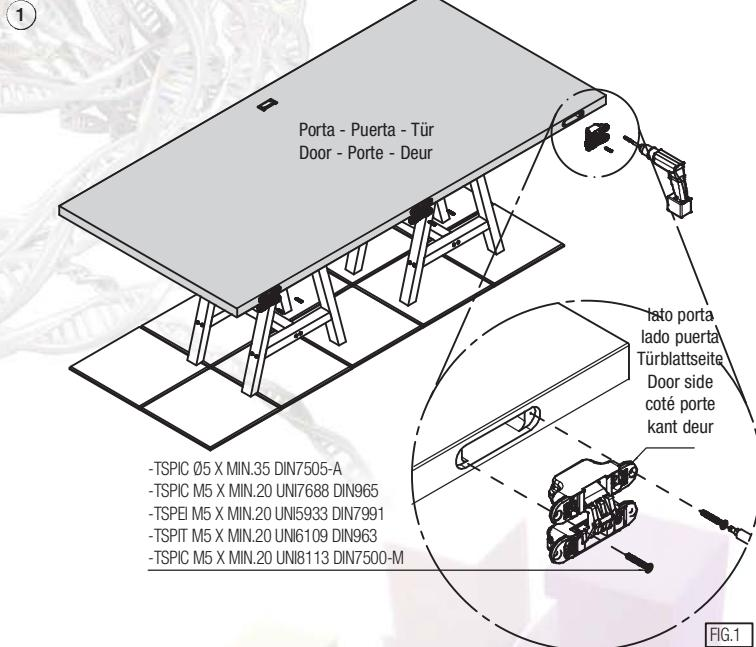

FIG.1
- ① Alloggiare le cerniere nelle rispettive fessure sulla porta (fig.1) e fissarle con le apposite viti.
- ② Alojar las bisagras en los mecanizados de la puerta (fig.1) y fijarlas con los tornillos suministrados.
- ③ Die Scharniere in die jeweiligen Fräslungen der Tür einsetzen (fig.1) und sie mit den vorgesehenen Schrauben festziehen.
- ④ Set the hinges in the relative door leaf millings (fig.1) and fix them with the relative screws.
- ⑤ Insérer les charnières dans les fentes de la porte (fig.1) et les fixer avec les vis prévues.
- ⑥ Plaats de scharnieren in de freesgaten van de deur (fig.1). Monteer het scharnier met passende schroeven.